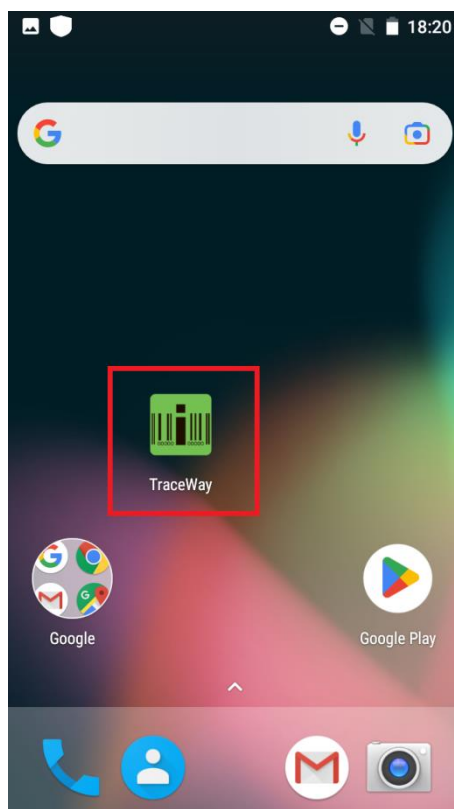

Рисунок 1.1
4. Запустить приложение, нажав иконку TraceWay на рабочем столе ТСД (Рисунок 1.1).